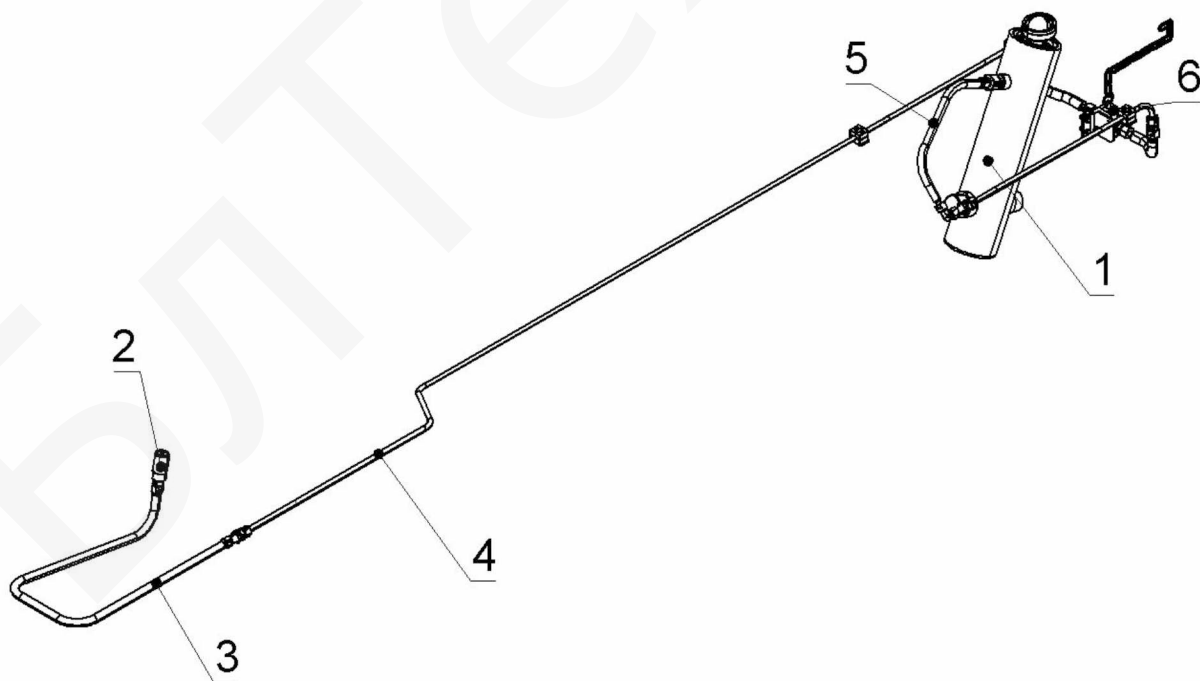

Рисунок 1.3 – Гидрооборудование полуприцепов
2.5 Гидрооборудование (рисунок 1.3) предназначено для подъема кузова при разгрузке и состоит из гидроцилиндра, рукавов высокого давления, трубопроводов и крана ограничения подъема кузова.